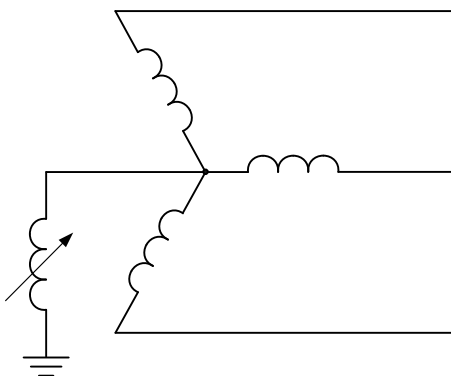

Рисунок 2.
2. связана с заземляющим устройством через аппараты, имеющие большое сопротивление (рис. 2), либо через реакторы катушки, компенсирующие емкостной ток сети.